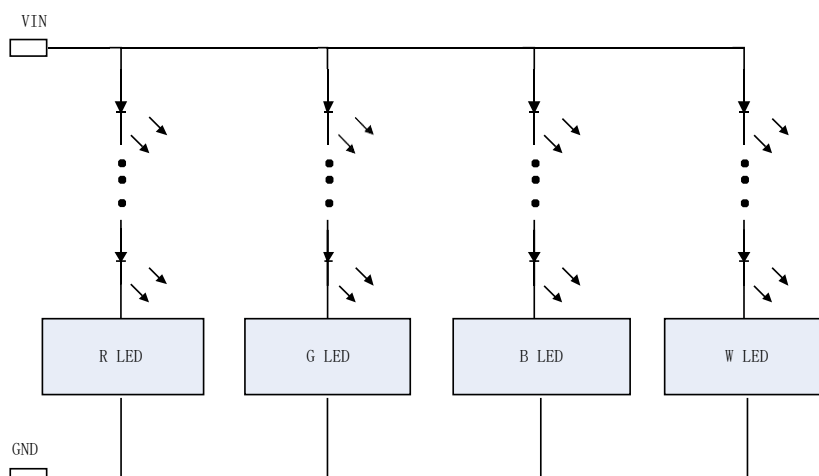

图 11.1 四路共阳连接电路示意图
5. 当 DX7002 系统工作在 RGBW 并联工作时，多路系统与 LEDs 模组连接推荐共阳布线，示意图见图 11.1，四路 RGBW LEDs 系统布局布线见图 11.2；